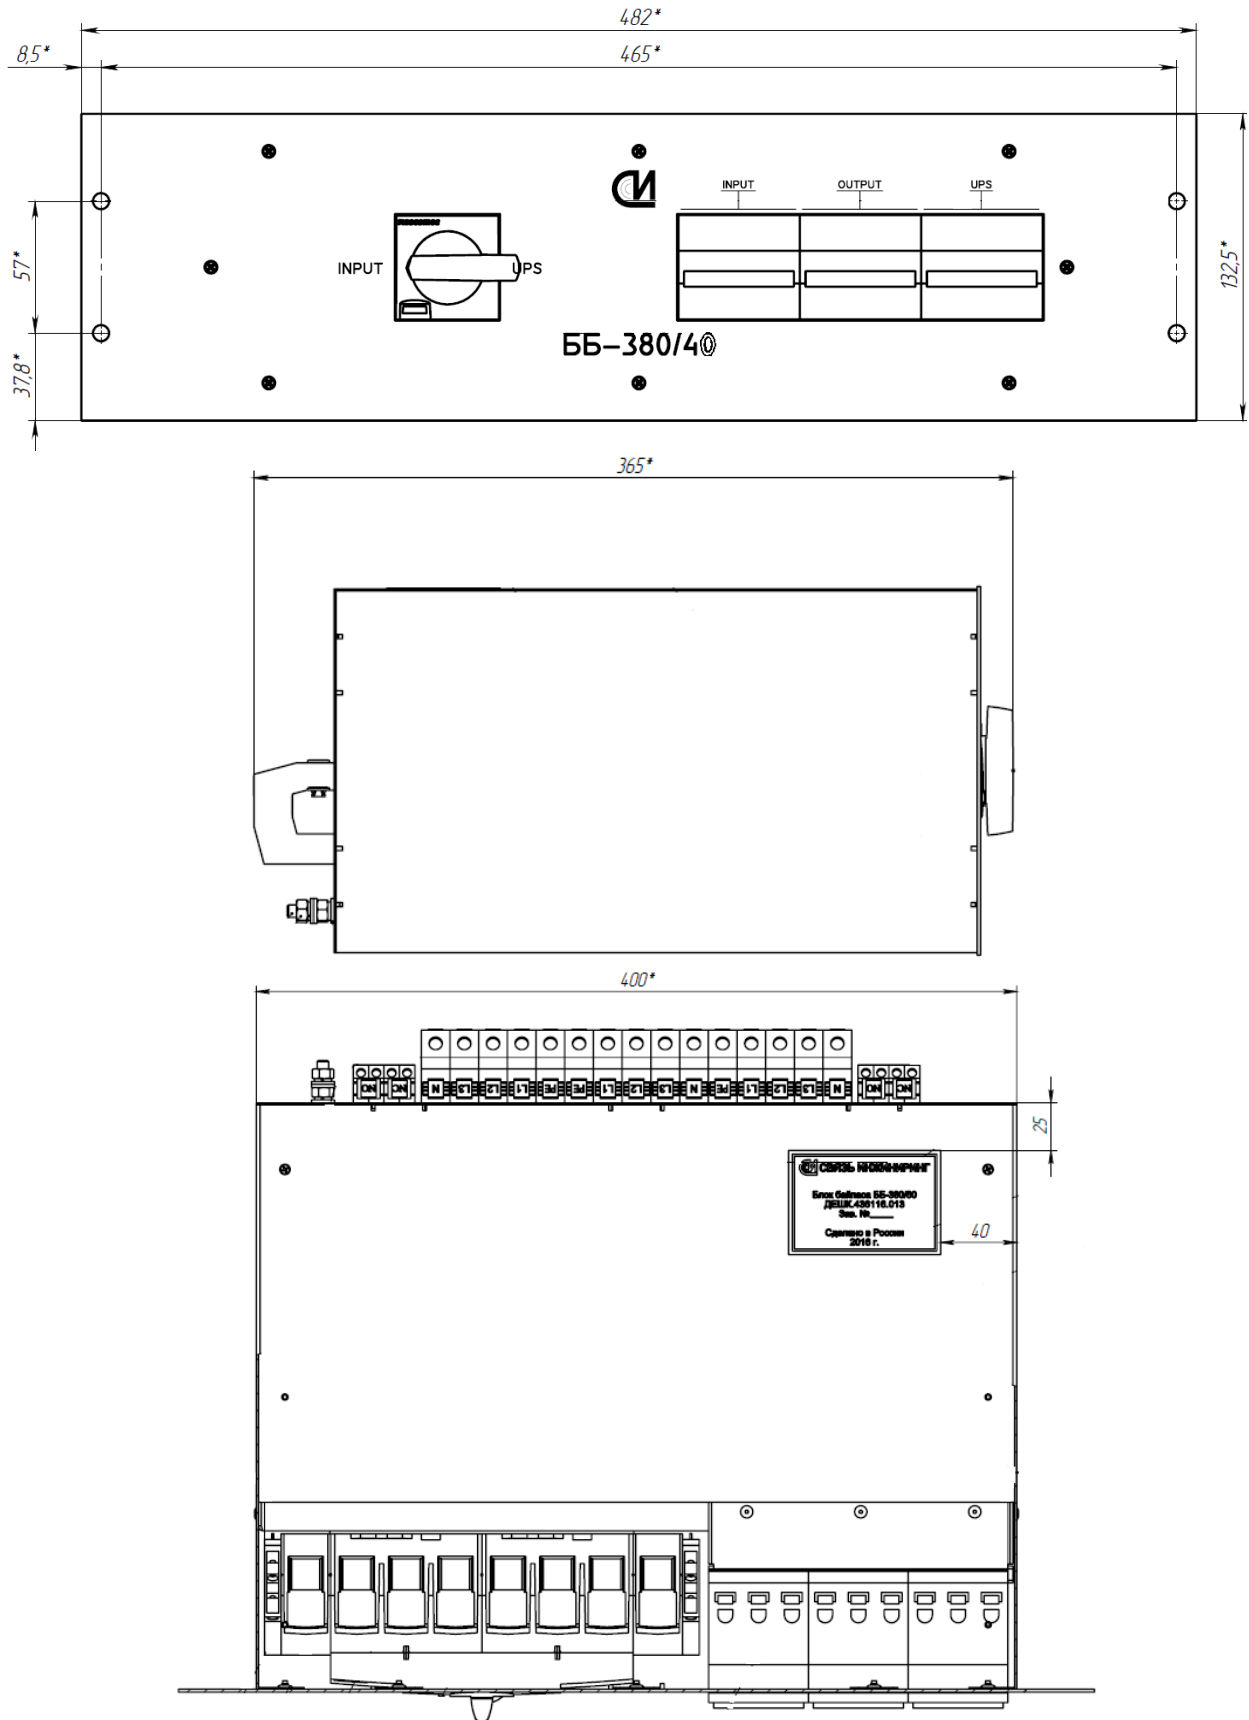

Рис. 1.
2.6 Общий вид и габаритные размеры блока байпаса ББ-380/40 приведен на рис.1.
5.1 Конструктивно блок байпаса ББ-380/40 выполнен в виде съемного блока (крейта) прямоугольной формы с присоединительными и установочными размерами, соответствующими ГОСТ 28601-90. Общий вид и габариты блока байпаса ББ-380/40 приведены на рис.1.